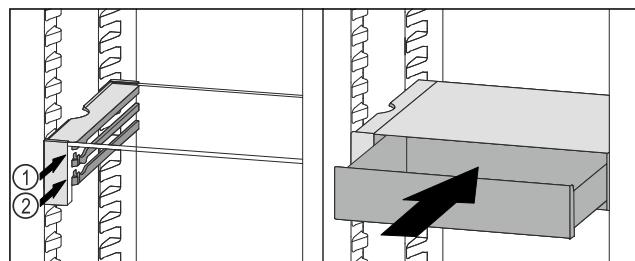

Fig. 149
- Встановити висувний ящик VarioSafe за стопорами на потрібне ребро *Fig. 149 (1)* або *Fig. 149 (2)*.